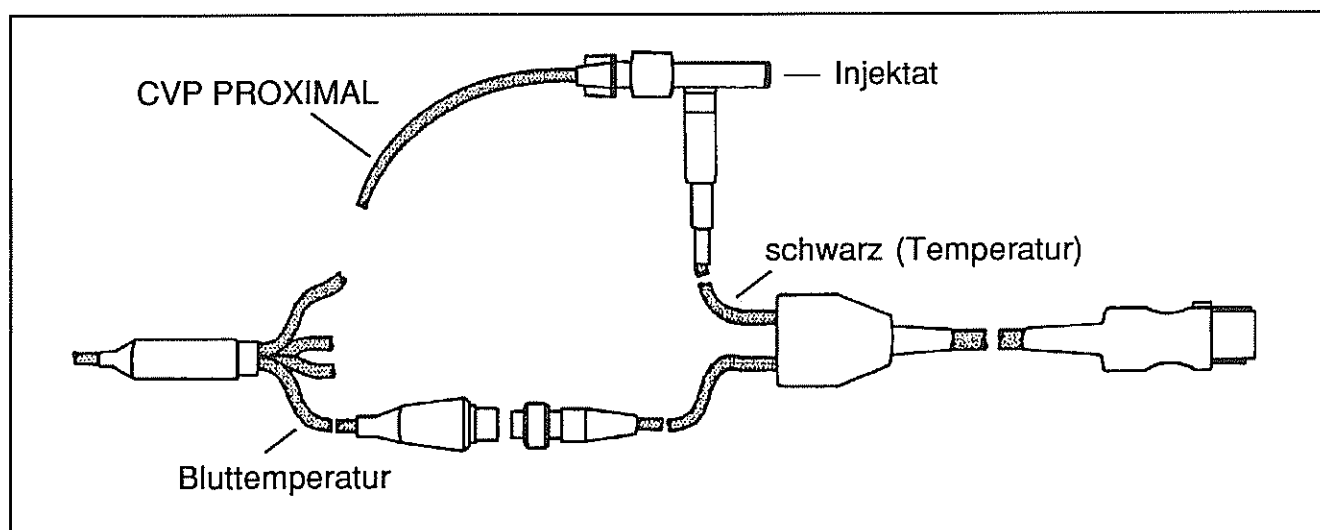
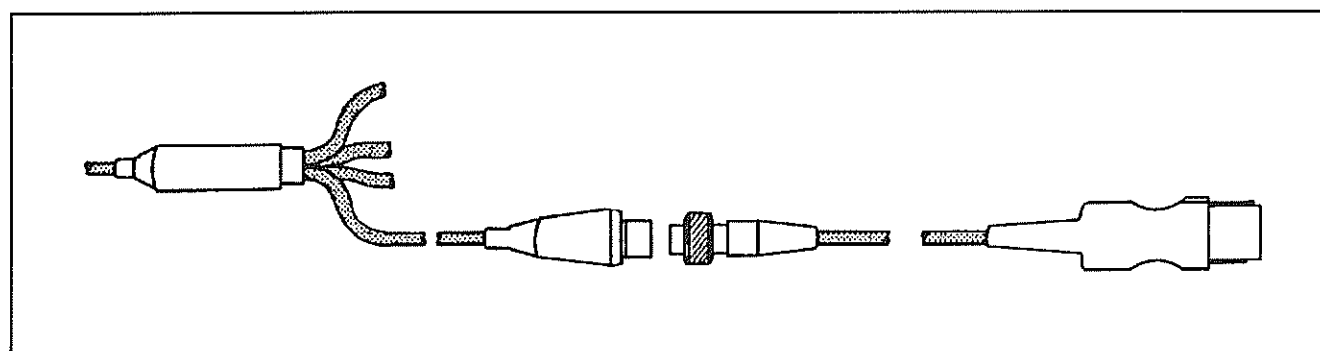

Bild 3. Anschlußleitung mit Injektattemperaturmessung
Bild 4. Anschlußleitung ohne Injektattemperaturmessung
* Verbinden Sie entweder die Leitung 223 308 01 entsprechend Bild 3 mit dem Katheter oder die Leitung 223 316 01 entsprechend Bild 4.